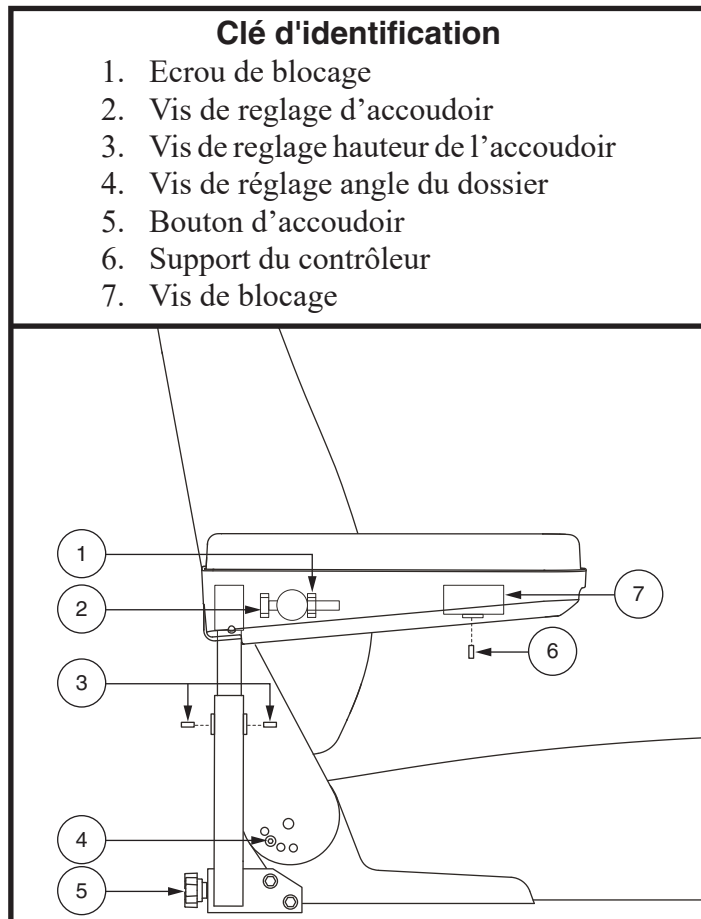

Figure 9. Réglages accoudoirs et dossier
1. Retirez la vis de réglage de l'inclinaison du dossier de chaque charnière. **Voir la figure 9.**
1. Repérez les deux boutons de réglage sur le support des accoudoirs. **Voir la figure 9.**
1. Relevez l'accoudoir perpendiculaire au plancher. **Voir la figure 9.**
1. Desserrez la vis de réglage sur le support d'accoudoir. **Voir la figure 9.**
2. Desserrez la vis de réglage sous l'accoudoir. **Voir la figure 9.**
4. Relevez l'accoudoir et desserrez la vis de réglage. **Voir la figure 9.**